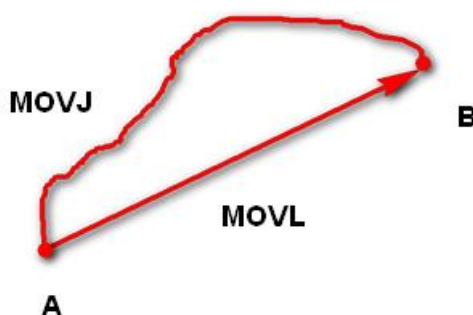

图 1.1 MOVL 和 MOVJ 运动模式
- **MOVJ**: 关节运动, 由A点运动到B点, 各个关节从A点对应的关节角运行至B点对应的关节角。关节运动过程中, 各个关节轴的运行时间需一致, 且同时到达终点, 如图 1.1所示。
- **MOVL**: 直线运动, A点到B点的路径为直线, 如图 1.1所示。